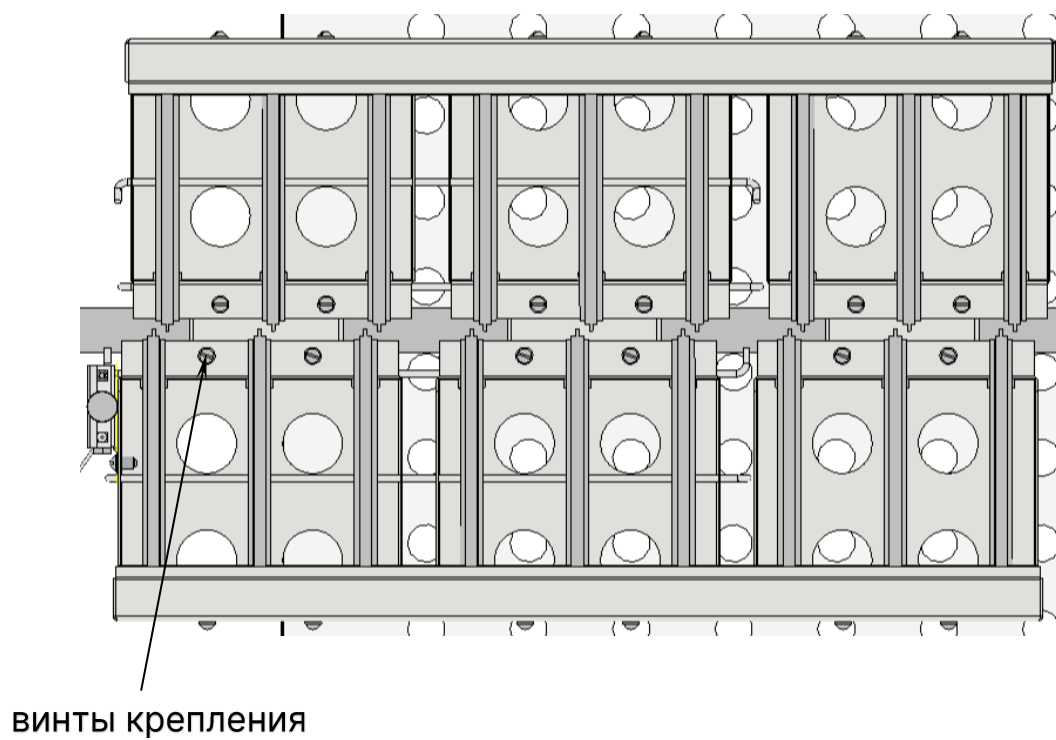

Рисунок 7
- отсоединить блоки горелок, открутив 12 винтов (рис. 7);